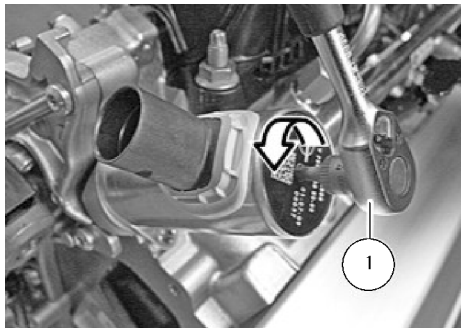

图 14-7 松开中间轴
- 4) 用转换棘轮 1 与内六角扳手沿图 14-7 箭头所示方向旋转轴，并松开中间轴。